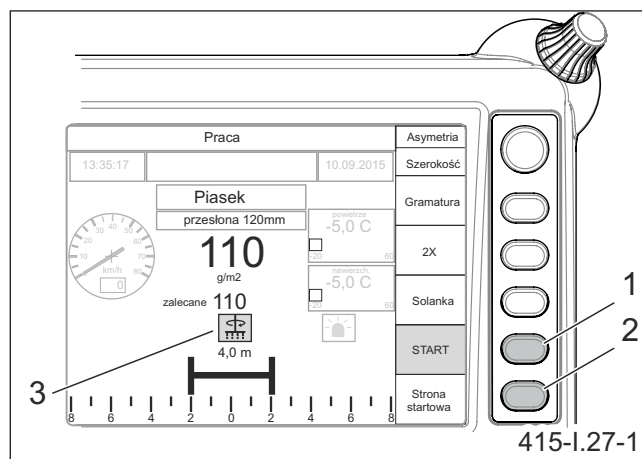

Рисунок 5.26 Остановка разбрасывания
- Выключить разбрасывание на рабочей странице «Работа» пульта управления (рисунок 5.26) при помощи кнопки (1).